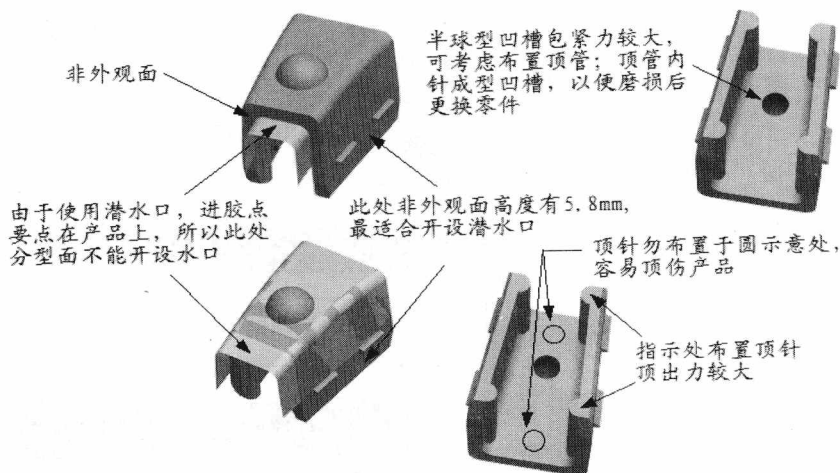

图1-3 进胶位置与顶针位置
3. 确定进胶位置，关键顶针的位置。由于产品有外观要求，所以进胶位置只能选择非外观面，如图 1-3 所示。